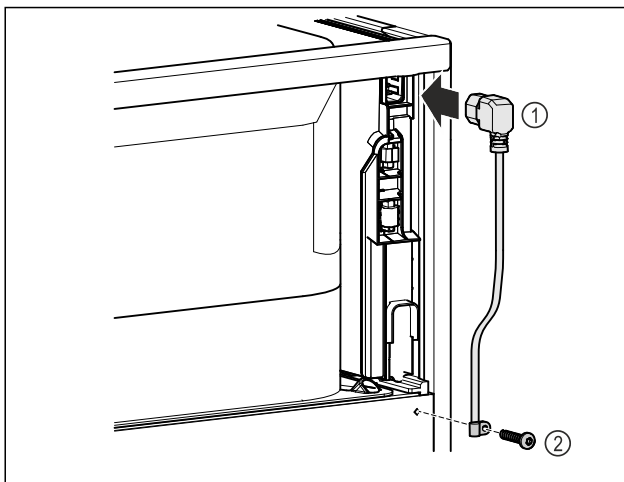

Fig. 11
- ▶ Netsnoer Fig. 11 (1) in de koudapparaatbus aan de achterkant van het apparaat steken.
- ▶ Trekcontasting monteren. Fig. 11 (2)